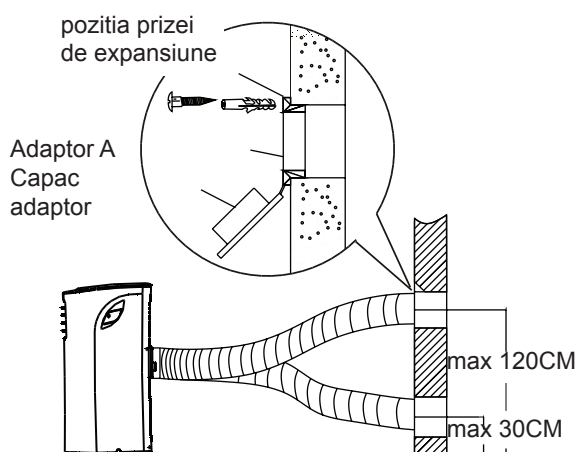

Fig.19
1. Faceti o gaura in perete. Instalati adaptorul A in exteriorul peretelui folosind 4 mufe de prelungire si suruburile de lemn. Fixati bine. (fig 19).